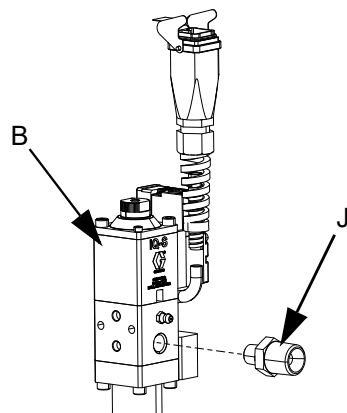

FIG. 26
- 8. Anslut svivelkopplingen till ventilen (J) på utmatningsventilen (B), som i FIG. 26.